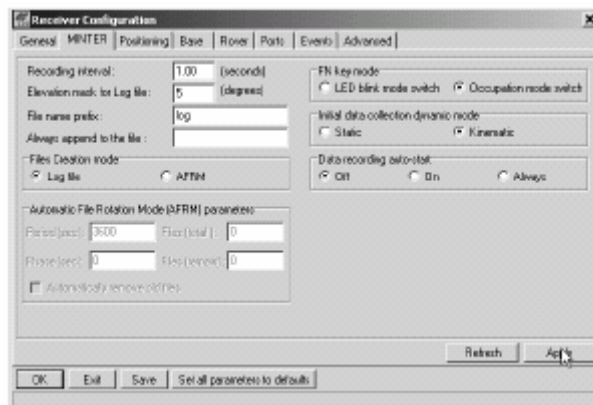

Figura 3-5. Configuración de la interfaz MINTER; equipo móvil
2. En PC-CDU, haga clic en **Configuración►Receptor►MINTER** y configure el equipo móvil con los siguientes parámetros, haciendo clic en **Aplicar** al finalizar (Figura 3-5):